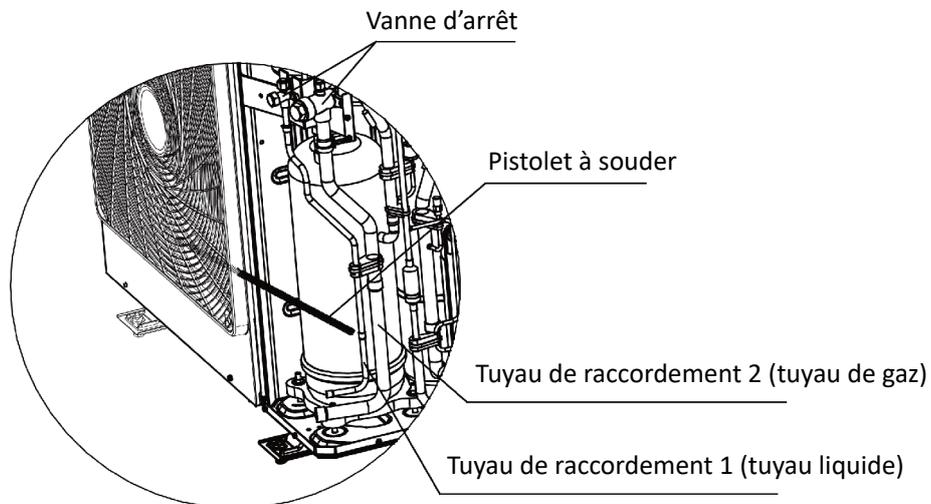
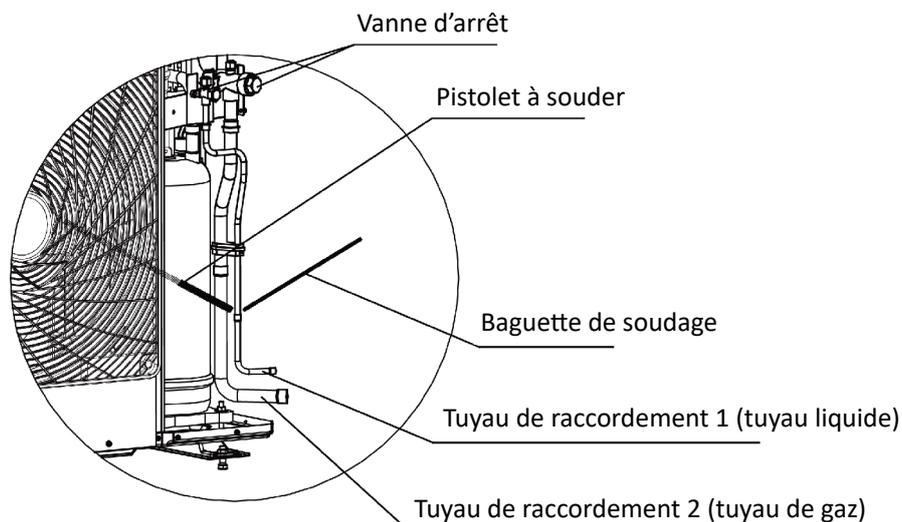

Fig.4.15
Fig.4.16
- 2) Si le tuyau de raccordement est connecté sur le côté, comme illustré aux Fig.4.15 et Fig.4.16, ouvrez la plaque latérale avant, la plaque latérale arrière et le panneau de raccord. Ouvrez ensuite le coton insonorisé. Utilisez un pistolet à souder pour dessouder le tuyau de raccordement 1 et le tuyau de raccordement 2. Tournez-les dans le bon angle et installez-les dans leur position respective. Scellez le raccord avec une baguette à souder. Soudez d'abord le tuyau de raccordement 1 (tuyau de liquide), puis le tuyau de raccordement 2 (tuyau de gaz). Pendant le soudage, utilisez de la gaze humide pour envelopper le filtre à côté du tuyau de raccordement 2 ainsi que les deux vannes d'arrêt. Assurez-vous que la flamme ne brûlera pas le coton insonorisé ni d'autres composants.